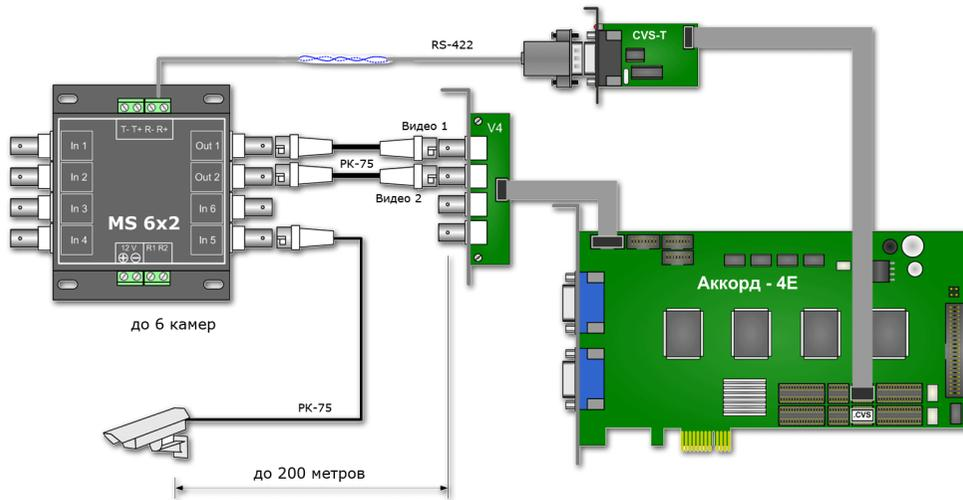

Рисунок 1. Схема подключения оборудования.
В состав системы «CVS 6x2» входит внешний матричный коммутатор — модель **MS6x2**, плата ввода видеоизображений с возможностью установки в слот PCI Express x1, передатчик команд управления коммутатором **CVS-T** (Рис.1), универсальная коммутационная панель **CVS-V4**.
4. Соедините кабелем с BNC разъёмами выходы **Out 1** и **Out 2** коммутатора **MS 6x2** (Рис.2) и входы **Видео 1** и **Видео 2** платы **CVS-V4**, соединенной с платой ввода изображений (см. Рис.1).
8. В плату установлен ключ защиты **CVS-CHIP** (Рис. 1). Для получения лицензионного файла необходимо на электронную почту [cvsnt@cvsnt.ru](mailto:cvsnt@cvsnt.ru) отправить письмо, указав в теме и в теле письма серийный номер платы. В ответ на посланное письмо придет письмо с лицензионным файлом **<serial\_number>.lic**. Его необходимо разместить в каталоге **LIC\\*.\***.